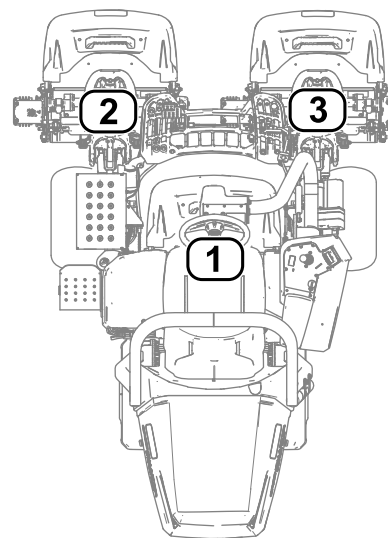

Figura 28
- **1** refere-se à unidade de corte central (**Figura 28**)
- **2** refere-se à unidade de corte frontal esquerda (**Figura 28**)
- **3** refere-se à unidade de corte frontal direita (**Figura 28**)